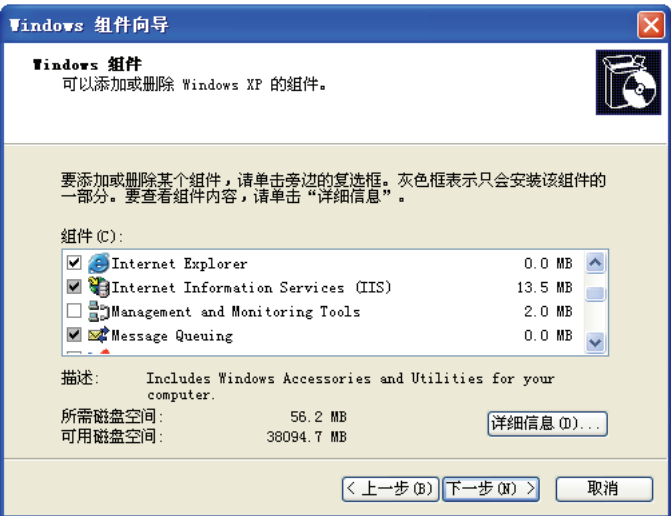

图 15-5 Internet 信息服务（IIS）的安装
1) Internet 信息服务（IIS）的安装。其流程为：开始→设置→控制面板→添加或删除 Windows 组件→选择 Internet 信息服务（IIS）→下一步→安装完成后重新启动计算机，如图 15-5 所示。